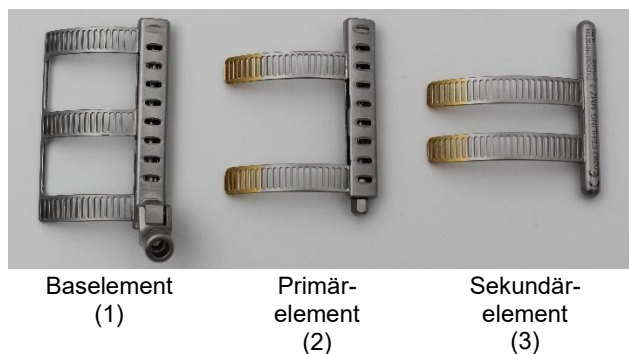

fig. 16b: Treede Maxposition-blad i sina enskilda element
Figur 16a visar Treede Maxposition-blad, som består av tre element i olika storlekar. Den består av ett baselement (1), ett primärelement (2) och ett sekundärelement (3) (fig. 16b).